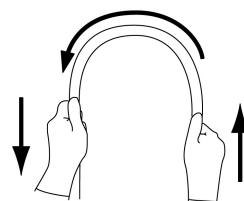

図1
- 4.挿入部を両手で持ち、全長にわたって図1に示すように順次半円の頂点をずらすように曲げたときに、適切な軟らかさを有しており、軟らかさが不連続になっているなどの異常がないこと。